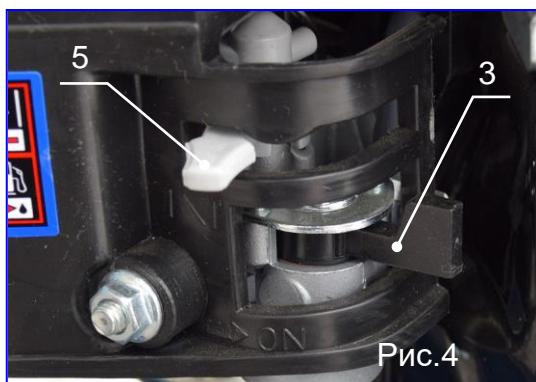

Рис.4
- 1) Откройте подачу топлива, передвинув рычаг (поз.3, рис.4) направо до упора.
- 4) В случае холодного двигателя и/или низких окружающих температур полностью закройте заслонку (налево до упора). (поз.5, рис.4)